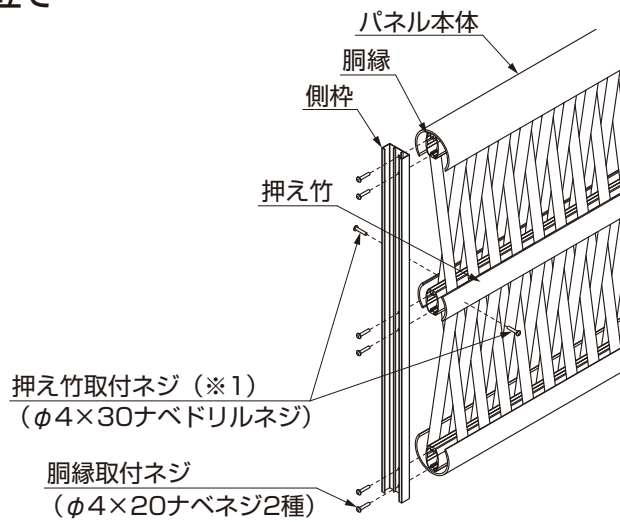

図3-3
① パネル切り捨て側の側枠と胴縁取付ネジを取り外して、パネル使用側に組付けてください。(図3-3参照)